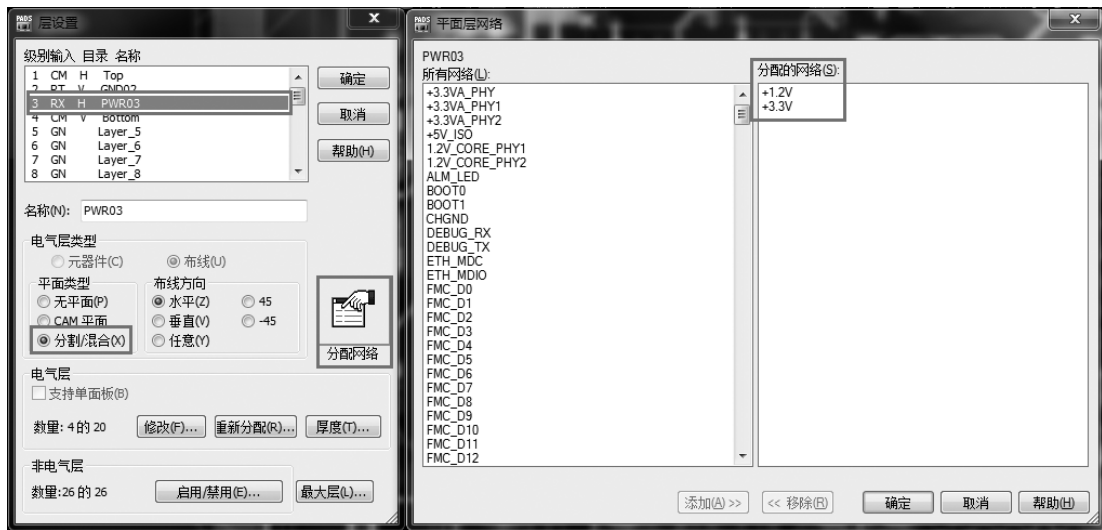

图 3-37 定义分割/混合平面网络
(1) 无平面：一个新设计的文件的层设置默认为无平面，无平面可以先绘制覆铜框，然后再给其分配任意网络，有较大的灵活性。
(2) CAM 平面：不建议使用。
(3) 分割/混合平面：需要先定义这个层的网络，如图 3-37 所示。